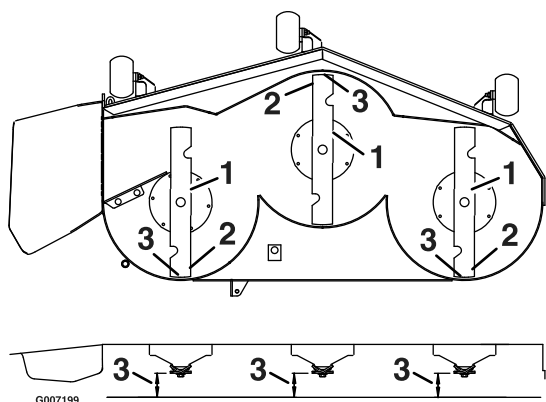

Figure 45
1. Tournez les lames dans le sens longitudinal (Figure 45). Mesurez la distance entre une surface plane et le tranchant des lames. Notez cette valeur.